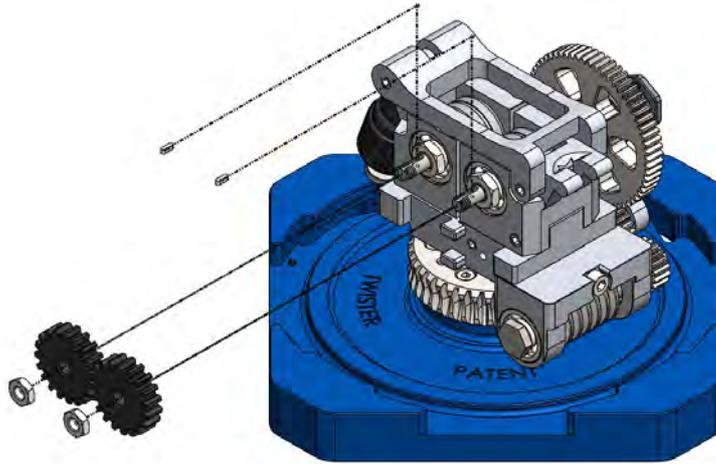

Figure 60
10. La dernière opération consiste à assembler les pignons de synchronisation en utilisant les clés plates de 10 [mm] et 13 [mm]. Figure 60.